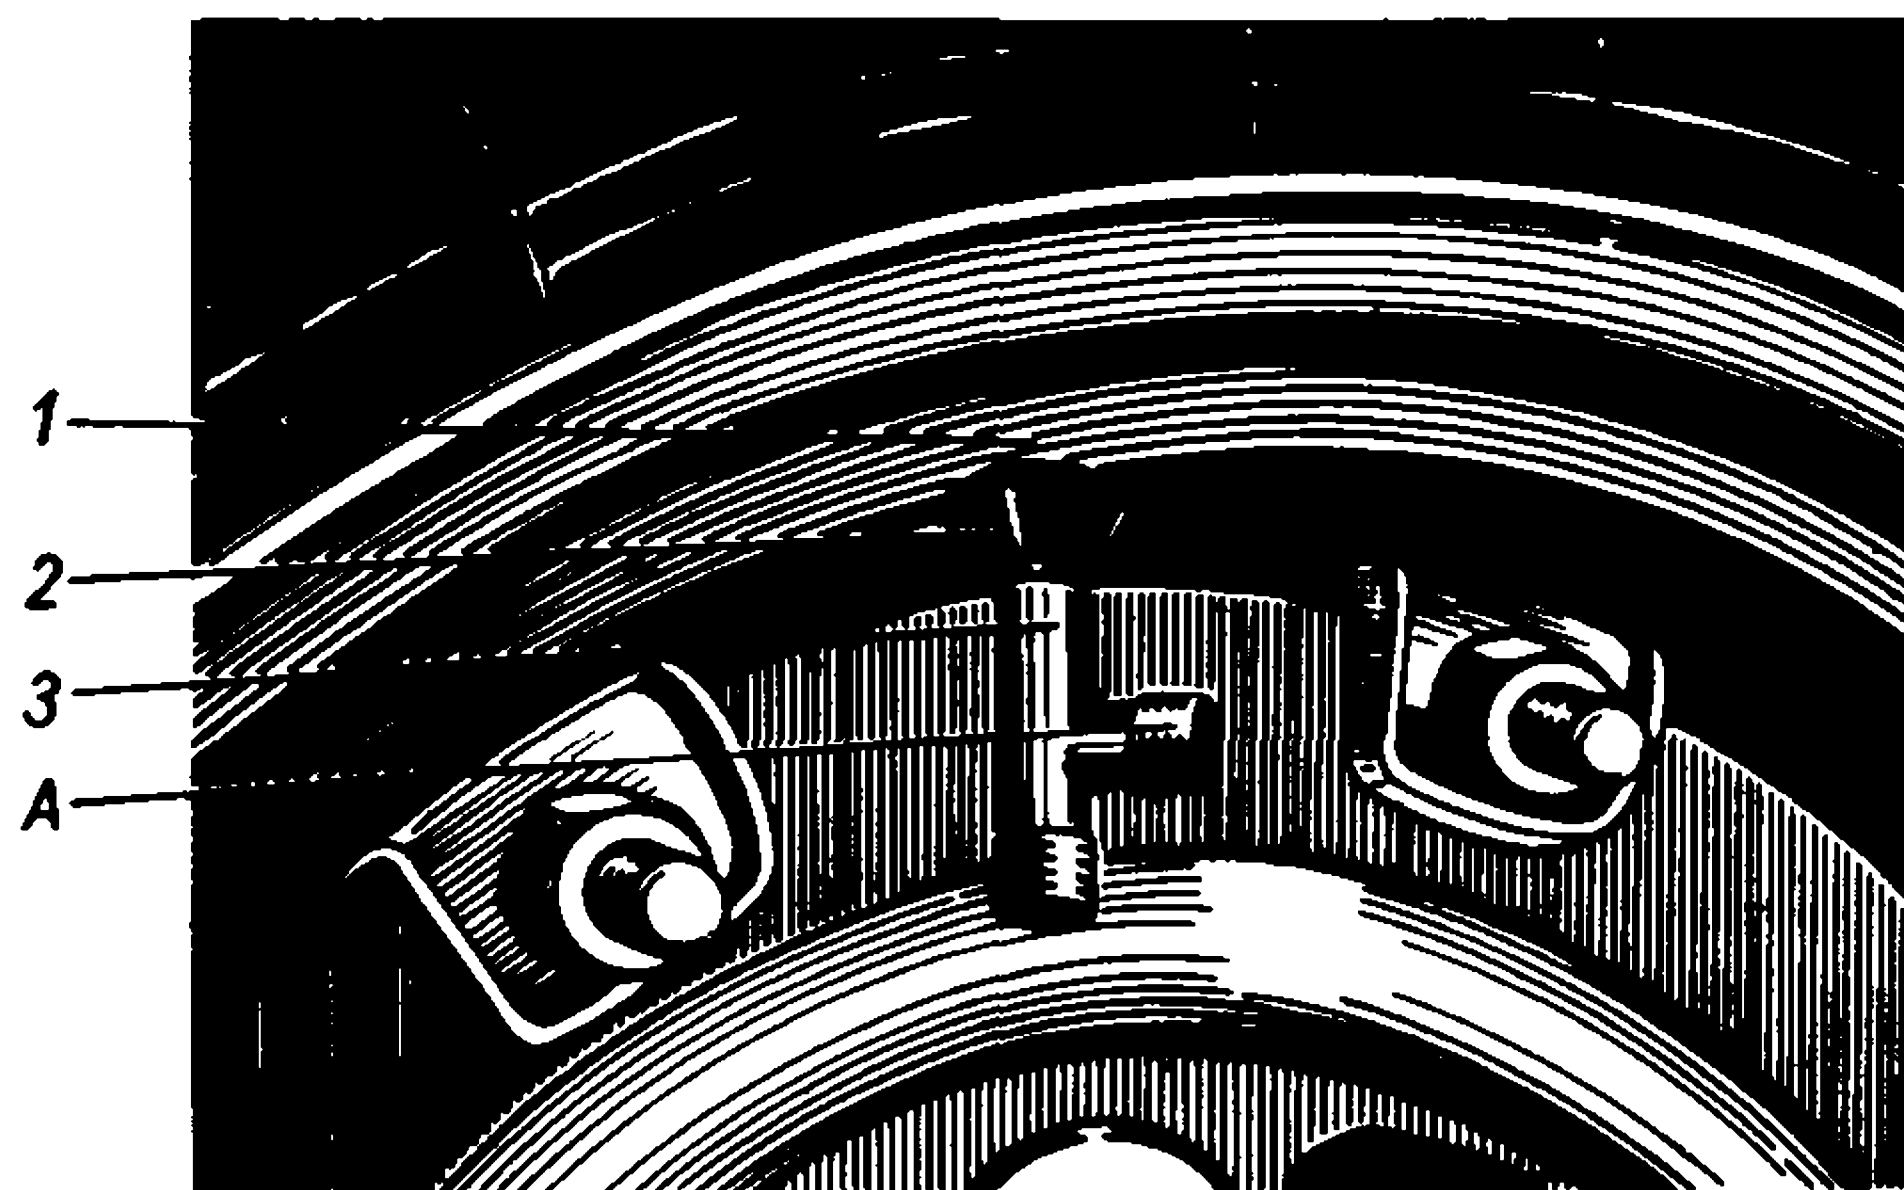

Рис. 105. Установка приспособления для заполнения шин водой
- а) установите вентиль в крайнее верхнее положение (рис. 105);